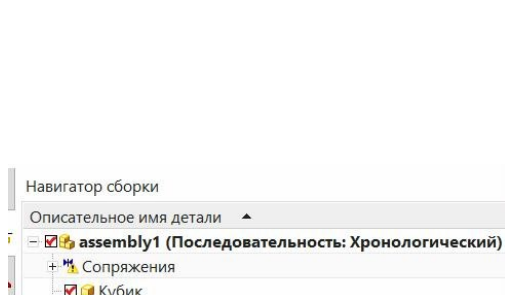

Рис.88
- Во-первых, обратите внимание на текст самой верхней строки НСб (рис.88). Там после имени сборки ещё присутствует информация: **Последовательность: Хронологический**.